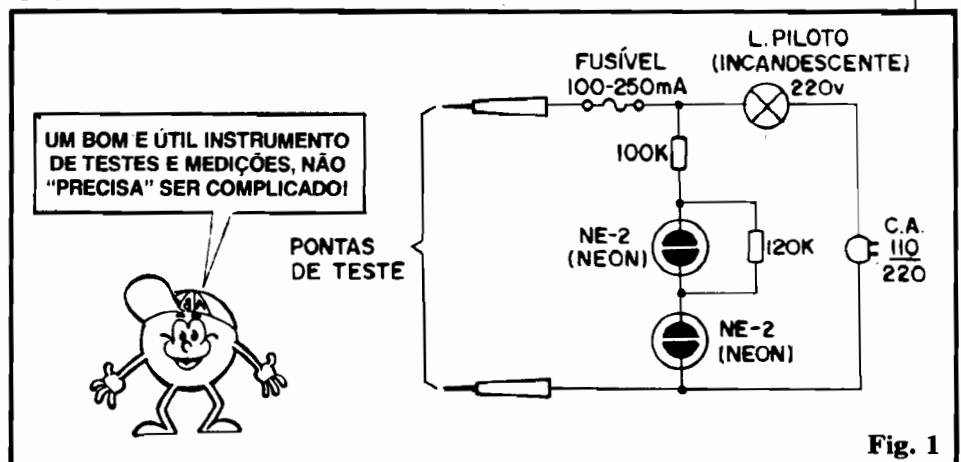

Fig. 1
- **FIG. 1 - O ESQUEMA -** O circuito do MULTI-TESTADOR C.A. é baseado nas especiais propriedades de dois tipos de lâmpadas: as de Neon e a incandescente (de